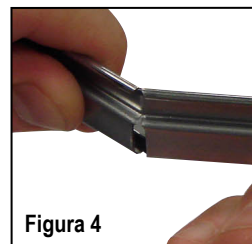

Figura 4
3. Tome la barra a ambos lados de esta muesca y dóblela en dirección opuesta a la muesca. Cuando esta muesca se abra, la barra se partirá a lo largo de la línea punteada. (Figura 4)